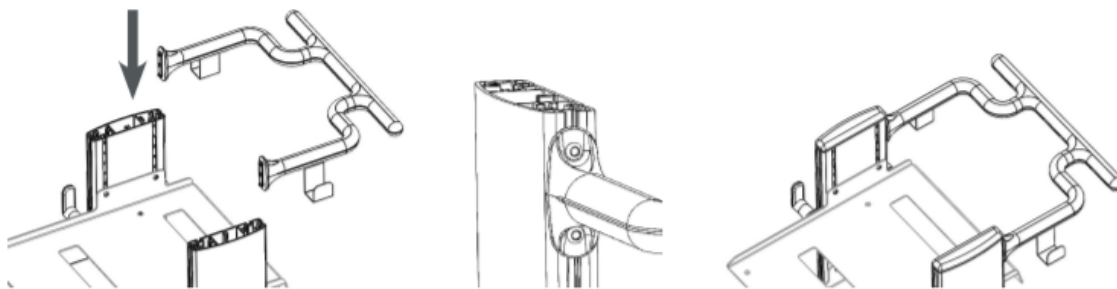

Figure 6 – Assemblage de la poignée
- b. Serrer les 4 vis de la poignée du chariot à l'aide de la clé Allen de 4 mm fournie. Voir figure 6 ci-dessous.